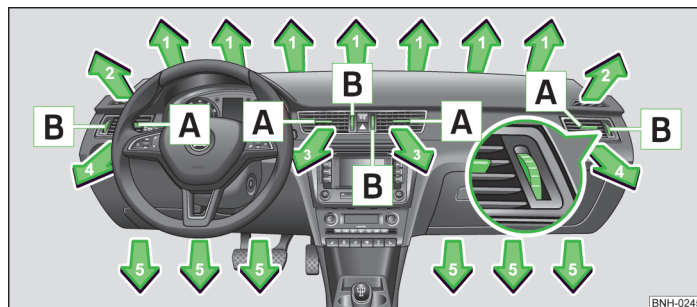

Fig. 76 Fantele de ventilație
La fantele de ventilație **3** și **4** » fig. 76 se poate modifica direcția curentului de aer și aceste fante se pot și închide și deschide independent unele de altele, respectiv se poate adapta cantitatea de aer care iese prin ele.
- Pentru a modifica pe înălțime direcția curentului de aer, deplasați lamele orizontale cu ajutorul elementului de reglare deplasabil **A** » fig. 76 în sus sau în jos.
- Rotiți regulatorul rotativ [B] » fig. 76 în sus, până la limită, pentru a deschide complet fantele de ventilație.
Vă recomandăm, să lăsați gurile de ventilație 3 » fig. 76 la pagina 73 în poziție deschisă în toate regimurile de operare.